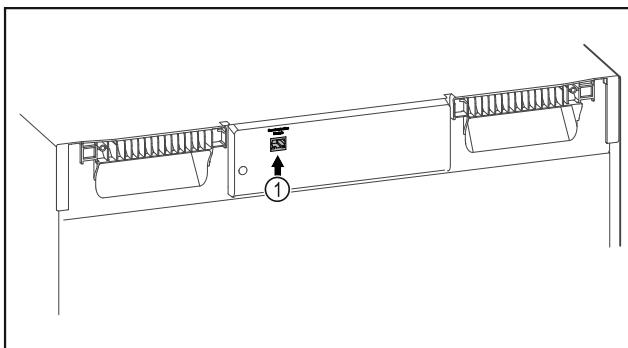

Fig. 133
SmartModule Fig. 133 (1) ist eingesetzt.